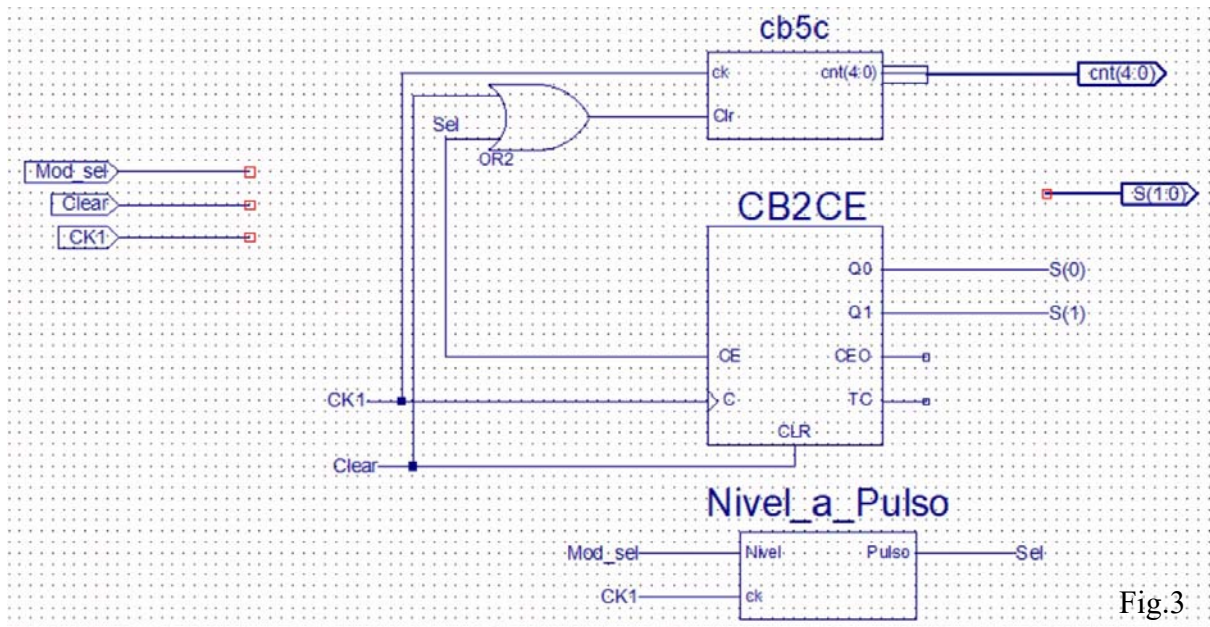

Fig.3
- El bloque **Ctrl** es un bloque secuencial, cuyo esquemático se muestra en la siguiente Fig.3: Tiene por entradas, además de la señal de reloj **CK1** (reloj de 4Hz), la señales **btn(1)** y **btn(0)**, el primero se utiliza como señal de **Clear**, mientras que el segundo permite seleccionar el modo de la baliza (**Mod_sel**). Las salidas de este bloque son los buses **cnt(4:0)** y **S(1:0)**. El primero representa una secuencia binaria de cinco bits, generada en el submódulo **CB5C**. Mientras que el segundo codifica en binario el modo de baliza seleccionado (0 a 3). Estas señales se obtienen del contador binario **CB2CE** de la librería, cuyo valor se incrementa cada vez que se activa el pulso **Sel**, generado en bloque **Nivel_a_Pulso**.